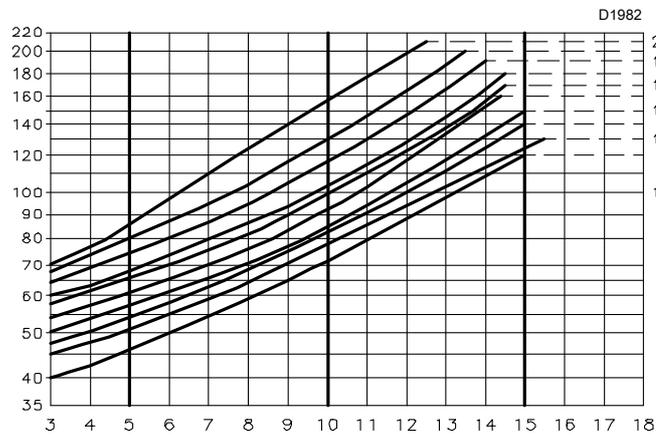
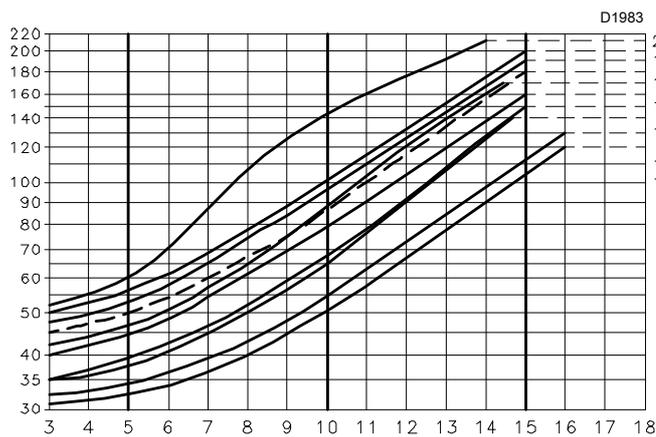

图 16
图 17
- Bergonzo 型 A3 - 角度 45° (图 16)
- Bergonzo 型 A4 - 角度 45° (图 17)
如果希望出力介于图 (图 16 和 图 17) 中显示的两个值之间，请选择具有更高流速的喷嘴。